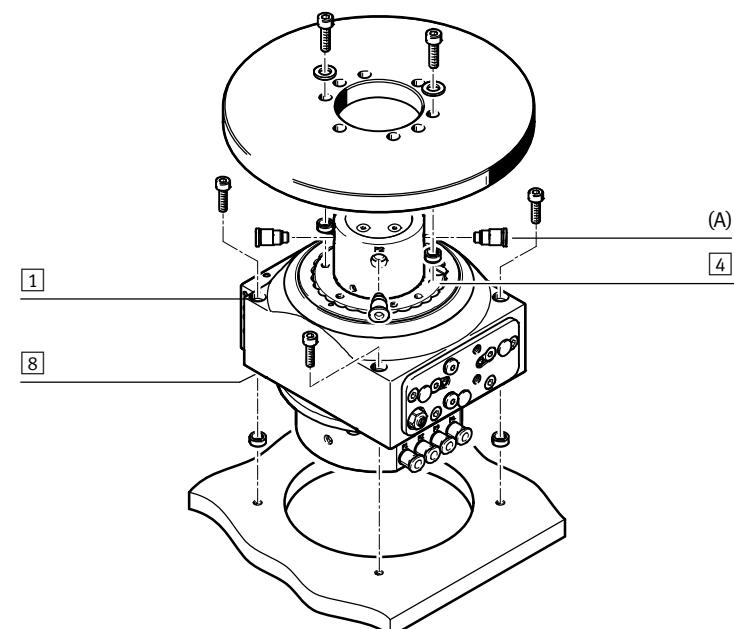

Fig. 3
- Учитывайте предупреждение по транспортировке (→ 4 Транспортировка). При отличии монтажного положения от описанного в Fig. 3 необходимо принять особые меры при транспортировке (например, вкрутить транспортировочные петли снизу в резьбу [1]).
- Выкрутите резьбовые цанговые штуцеры (A) для типоразмеров 65 и 90 на верхнем корпусе. Оставьте находящиеся под ними болты неизменными.